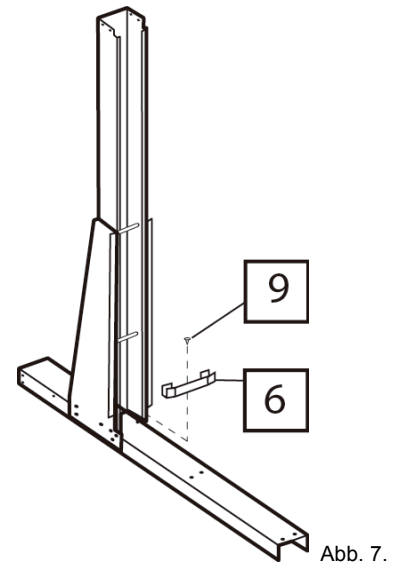

Abb. 7.
- Nachdem alle Schrauben ohne Gewalteinwirkung festgezogen sind, muss, wie in Abb. 7 zu sehen, der Laufschienenanschluss (6) mit einer Schraube (9) angebracht werden. Alle Gruppen verbundener Elemente bezeichnen wir als Modul.